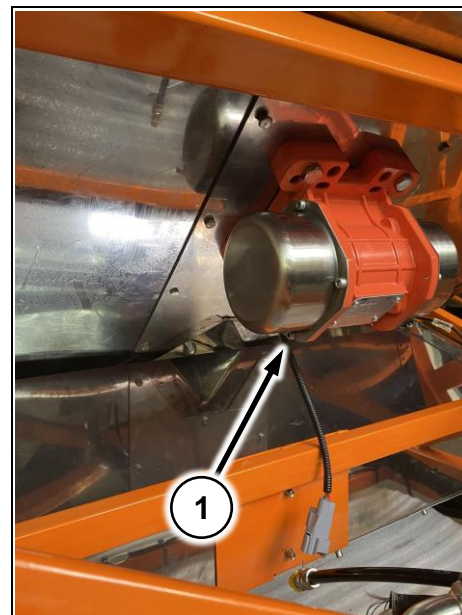

Рис. 174
- 1 Снимите боковые крышки, открутив 4 болта (Рис. 174/1)